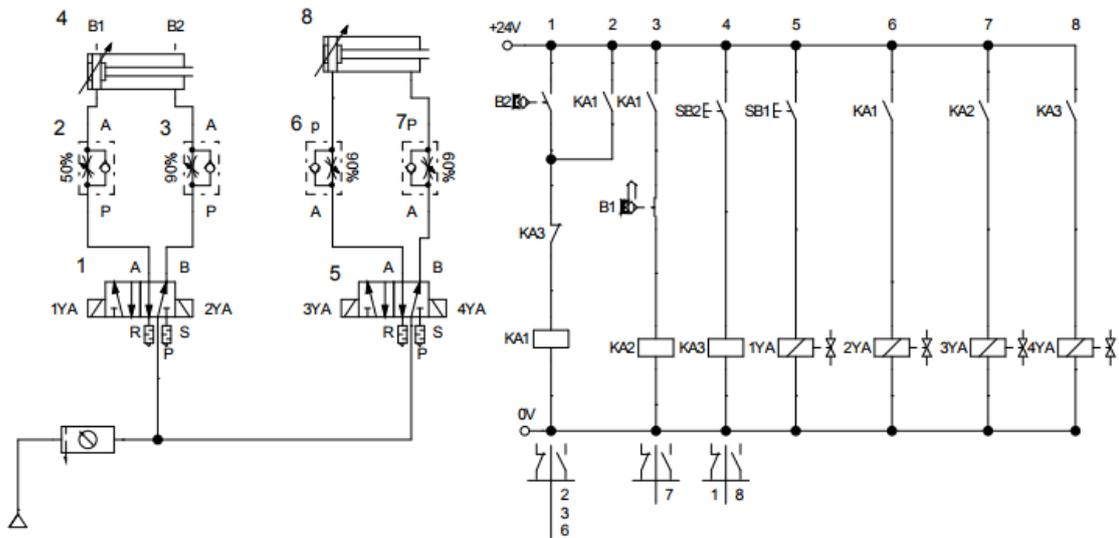

图 H 3 货板提升推出装置气动回路和电气控制回路
(1) 任务描述 搭建货板提升推出装置气压回路，实现货板首先由较低工位提升至高工位，然后把货板推到 另外一条运送线上，气动回路图和电气控制线路图如下图 H 3 所示：